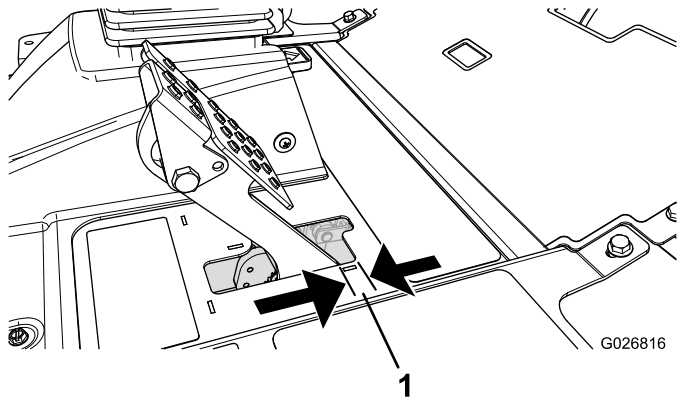

Figura 95
Ajuste los frenos si el pedal de freno tiene más de 2.5 cm (1") de holgura, o cuando se necesite más fuerza para frenar (Figura 95). La holgura es la distancia que recorre el pedal de freno antes de notarse una resistencia de frenado.
2. Apriete la tuerca trasera para mover el cable hacia atrás hasta que los pedales de freno tengan una holgura de 0.63 -1.27 cm (1/4" - 1/2") antes de que se bloquee la rueda (Figura 95).